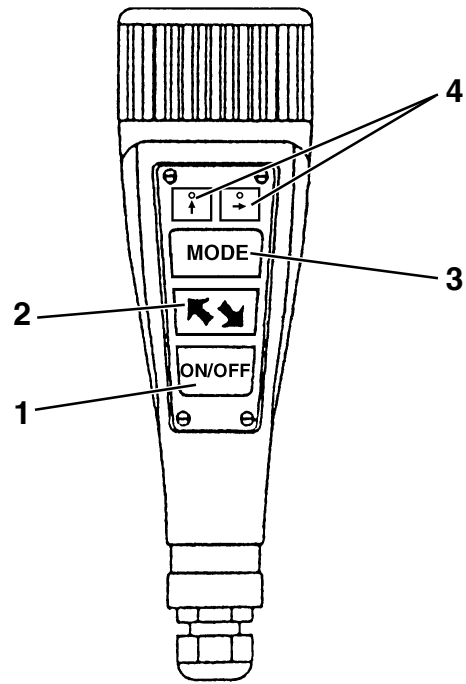

Fig. 7
**Rif. Fig. 7.**
**Ref. Fig. 7.**
**Bez. Abb. 7.**
**Réf. Fig. 7.**